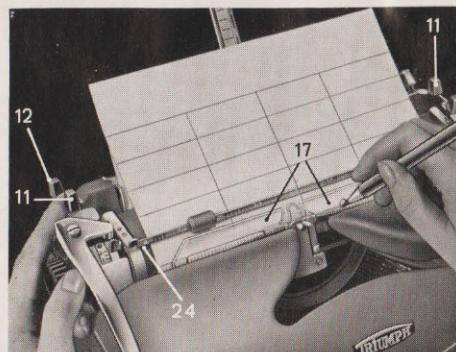

Abb. 6
Um auf eingespanntem Bogen senkrechte und waagrechte Linien ziehen zu können, steckt man die Bleistiftspitze in das Führungslöch des rechten Zeilenrichters. Zum Ziehen der waagrechten Linien wird der Wagen unter Benutzung des Wagenlösers (11) nach links oder rechts bewegt, zum Ziehen senkrechter Linien die Schreibwalze vor- oder zurückgedreht. In letzterem Falle empfiehlt es sich, die Arretierung aufzuheben, indem man den Walzenlöser (12) nach vorn legt (Abb. 6).